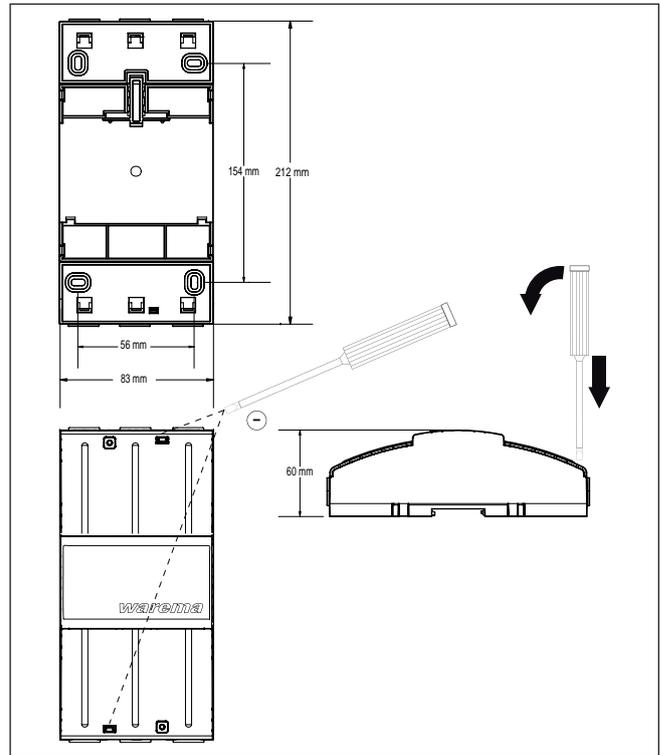

Abb. 3 Aufputzgehäuse (AP)
- AP: Zum Öffnen des Gehäuses drücken Sie bitte mit einem Schlitzschraubendreher (Empfehlung: Klinge 3,0 - 4,0mm) nacheinander in die beiden Gehäuseöffnungen und hebeln Sie das Gehäuse vorsichtig auf (s. Abb. 3).
Abmessungen	siehe jeweilige Abb. 3, 4